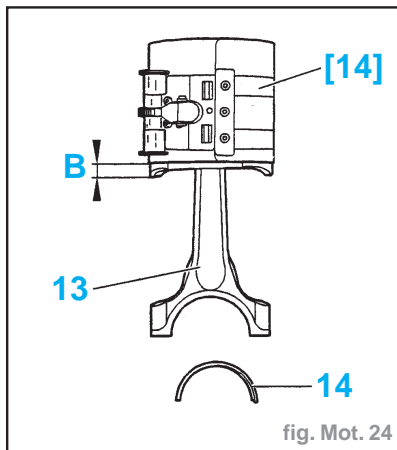

fig. Mot. 24
- Placer le collier à segments [14] (MULLER 204250-21) (fig. Mot. 24) (huiler la périphérie).